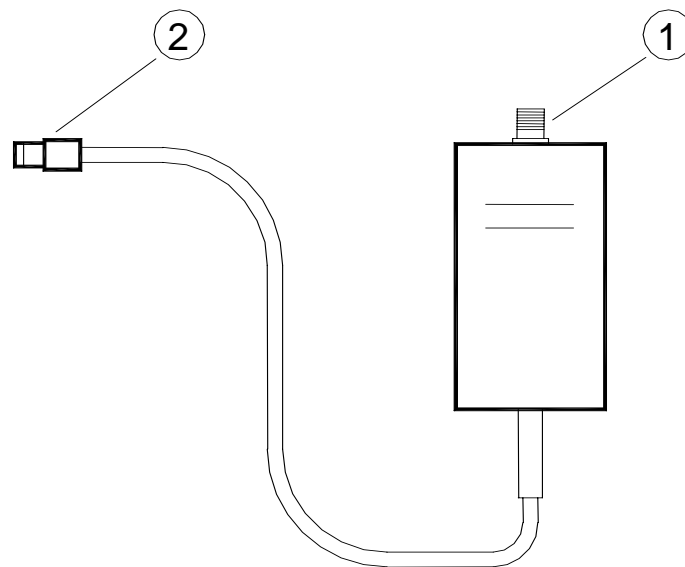

Abb. 4
- Verbinden Sie den Nucletron-Anschluss (siehe **Abb. 4** Nr. 2) mit dem entsprechenden Anschluss am Zeitmesser.
- Schrauben Sie die Antenne an (siehe **Abb. 4** Nr. 1).